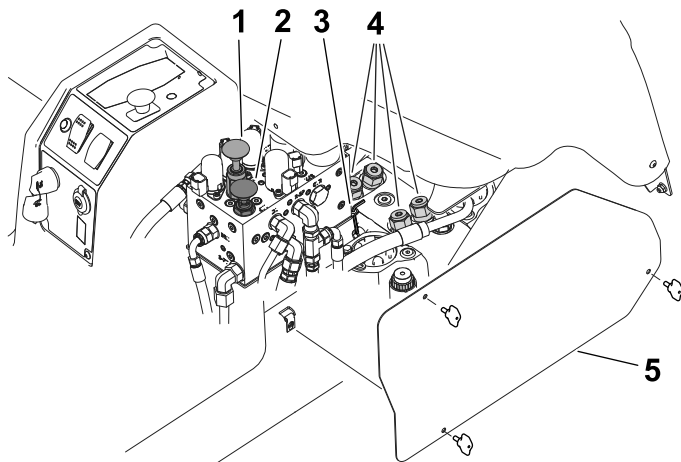

Рисунок 65
2. Снимите панель доступа с правой стороны консоли управления (Рисунок 65).
Примечание: В комплект машины входит шестигранный ключ (6 мм), он расположен рядом с гидрораспределителем (Рисунок 65). Используйте этот ключ для выполнения данной процедуры.